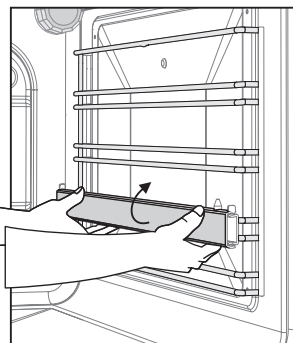

Рис. 3
**\*Телескопические полки** крепятся на проволочные направляющие и служат для выдвигания готовящегося блюда за пределы горячей духовки. Телескопические полки могут быть установлены на разной высоте, в зависимости от того, на каком уровне должно идти приготовление пищи. Чтобы переустановить телескопическую полку, необходимо отвести ее нижний край (рис. 3), а затем движением вниз снять с проволочных направляющих. Установка на другой уровень производится в обратной последовательности.